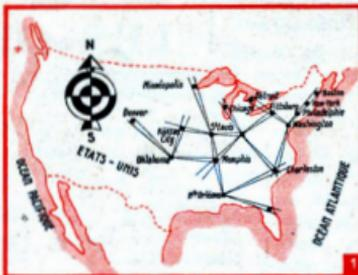

Fig. 1. — Réseau aérien du territoire américain où la navigation peut se faire sans visibilité.
de routes aériennes reliant les principales villes et permettant la navigation sans visibilité (voir l'aperçu schématique de la figure 1).
(1) La raison en est le fait que l'oreille est beaucoup plus sensible aux fréquences moyennes qu'aux registres extrêmes. Et cette inégalité dans la sensibilité s'accroît au fur et à mesure que le niveau des sons baisse (voir les courbes de la figure 1).
(2) Voir, par exemple, le filtre « isophonique » (à audition égale) utilisé dans le « Rimlock 5/4 », récepteur décrit dans le numéro 127 de *Teste la Radio*.
Fig. 1. — Courbes de Fletcher et leur correspondance. Ce sont des courbes d'égalité sensation sonore où l'intensité du son nécessaire pour le produire est donnée en fonction de la fréquence.